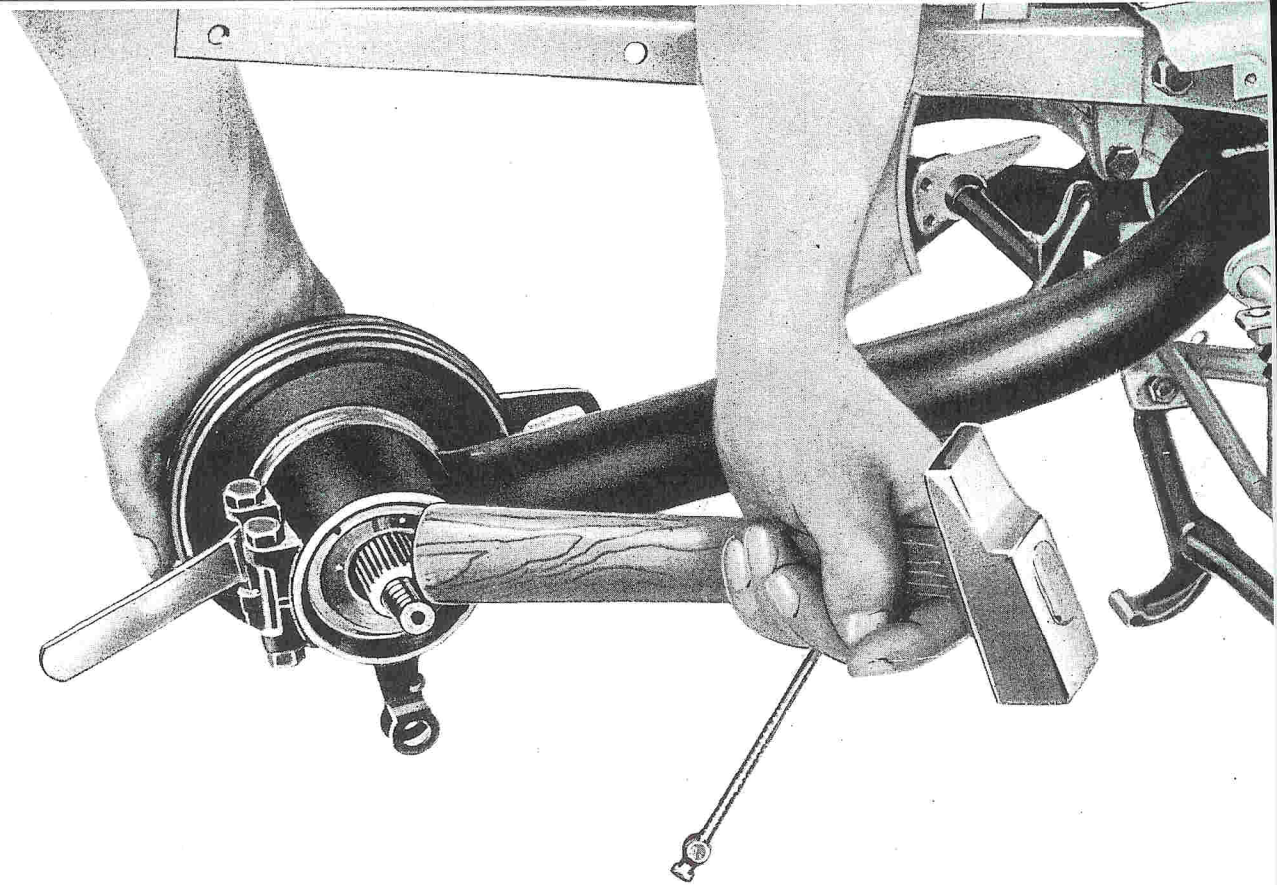

Fig. 30 - Smontaggio del mozzo posteriore
- il mozzo posteriore, dopo aver tolto la copiglia, il dado sul perno centrale (con chiave da 22), l'ingranaggio catena, l'asta di comando freno (con chiave da 10) e allentato i due bulloni centrali (con chiave da 14). Per ultimo, battere da destra verso sinistra quel tanto da estrarre il complesso del mozzo (vedere fig. 30);